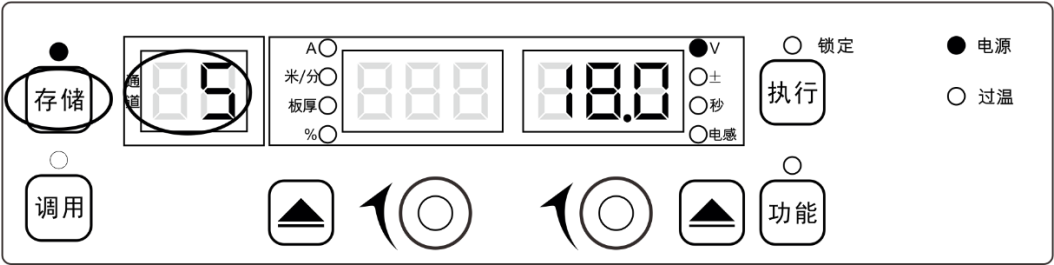

图3-20 存储设置界面
- 2. 用面板旋钮选择通道号（1~99），按**执行**键确认，如图 3-20 所示。